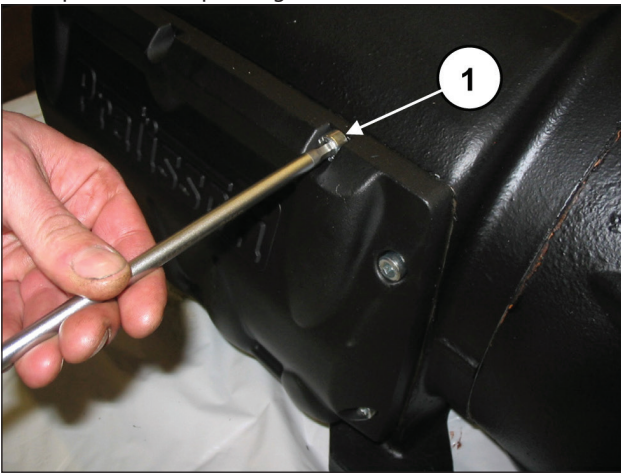

Fig. 5
Démonter ensuite le couvercle du carter en dévissant les vis correspondantes (rep. ①, Fig. 5).